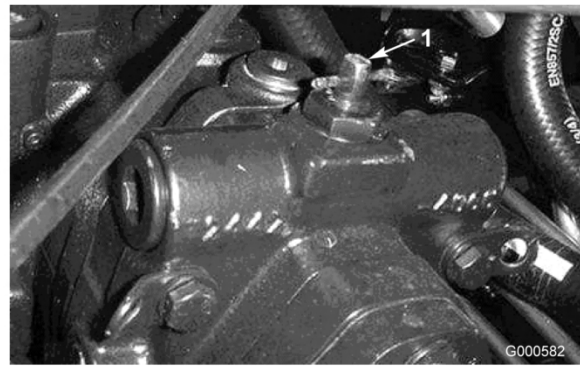

Bild 18
2. Drehen Sie das Ventil um eine Vierteldrehung nach rechts oder links, um es zu öffnen und Öl intern abzulenken (Bild 18). Weil das Öl abgelenkt wird, lässt sich die Zugmaschine ohne Schäden am Getriebe langsam bewegen. Merken Sie sich die Ventilstellung beim Öffnen oder Schließen.